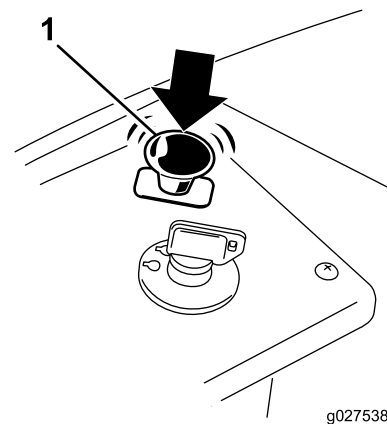

Figura 13
1. Desengrane las cuchillas moviendo el mando de control de las cuchillas a la posición de **DESENGRANADO** (Figura 13).